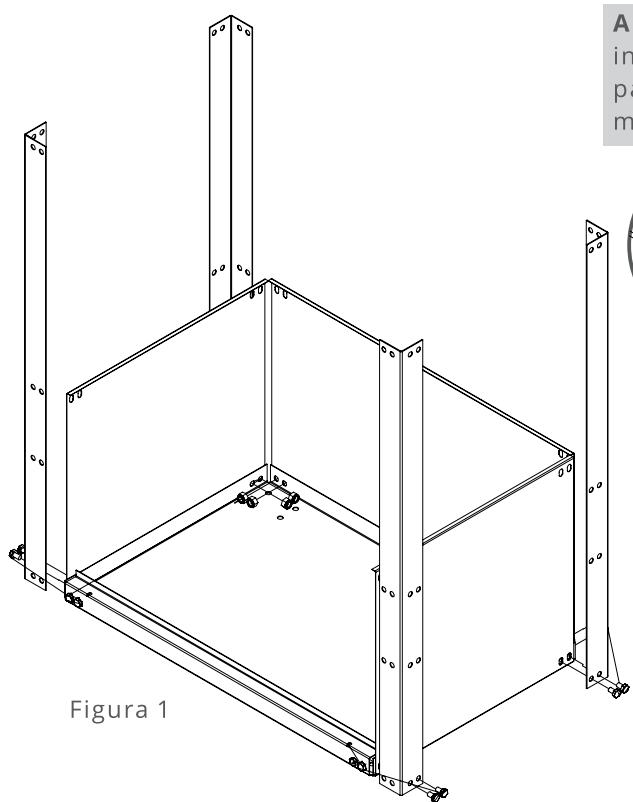
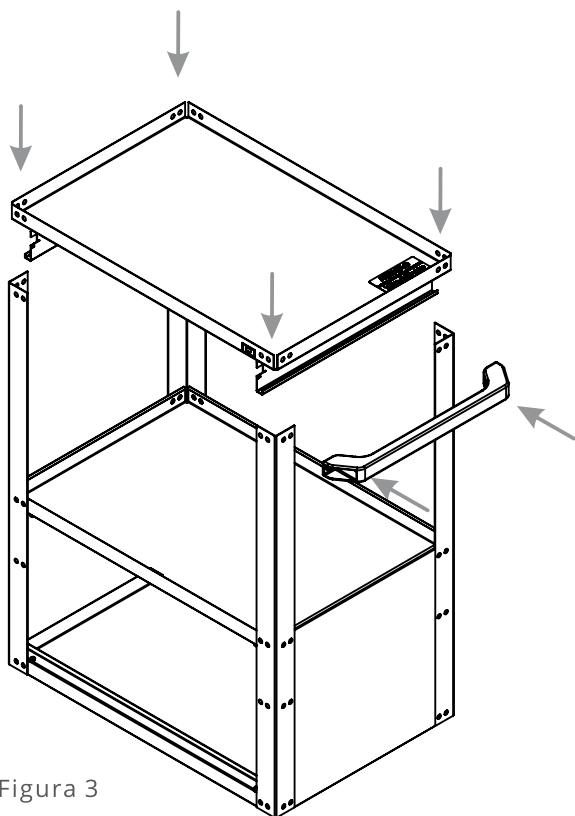

Figura 1
Figura 3
Inicie a montagem pela Bandeja Inferior (1) posicionando as 4 colunas (2) nos quatro cantos da bandeja (figura 1), posicione também os fechamentos laterais (8) e fechamento posterior (7), coloque todos os parafusos com a mão sem o aperto final. Para a fixação da bandeja intermediária (3) encaixe a mesma por dentro das colunas e por baixo das abas dos fechamentos (7 e 8) conforme figura 2.1.
Posicionar o engate traseiro da corrediça no rasgo traseiro do suporte soldado na bandeja superior (figura 1 e 2), deslizando até que o engate dianteiro encaixe no rasgo dianteiro (figura 3 e 4), impedindo a mesma de mover-se para cima.